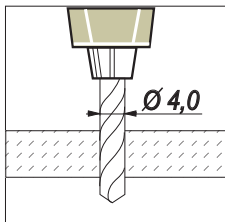

Abb. 1 Fig. 1
- Bohren Sie an der Montagestelle ein Loch mit einem Durchmesser von 4,0 mm (Abb. 1).
For mounting and connection refer to fig. 1, 2, 3, 4.